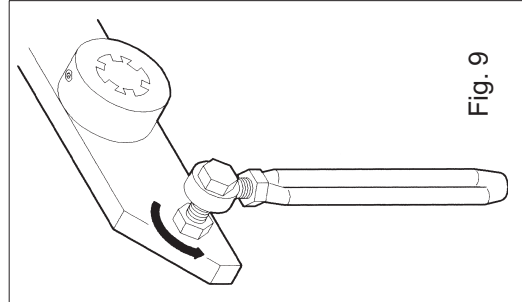

Fig. 9
- 5) Dévisser le contre-écrou et libérer le groupe levier de commande (fig.9).
- 5) Aflojar la contratuerca y soltar el grupo palanca mando. (fig.9)